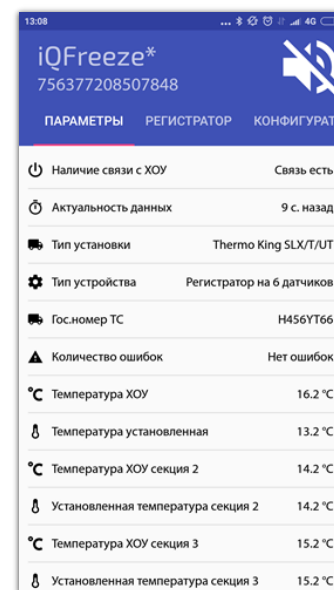

Рис. 3
- Нажмите на нужное вам устройство – и вы увидите список параметров, контролируемых iQFreeze (см. рис. 3)